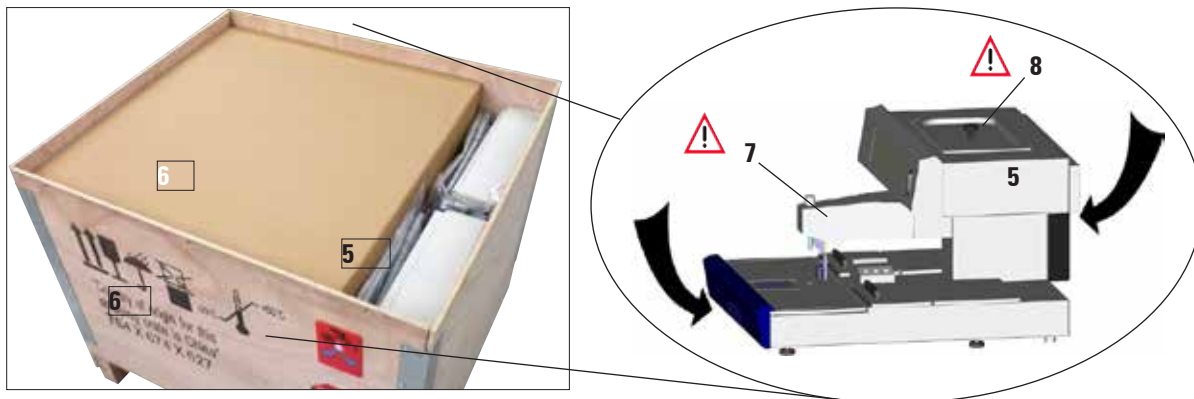

Fig. 5
4. Para levantar o aparelho (5), segure-o somente pela base inferior do invólucro pela frente e por trás (as setas no detalhe da Fig. 5) e retire-o da base inferior (6).